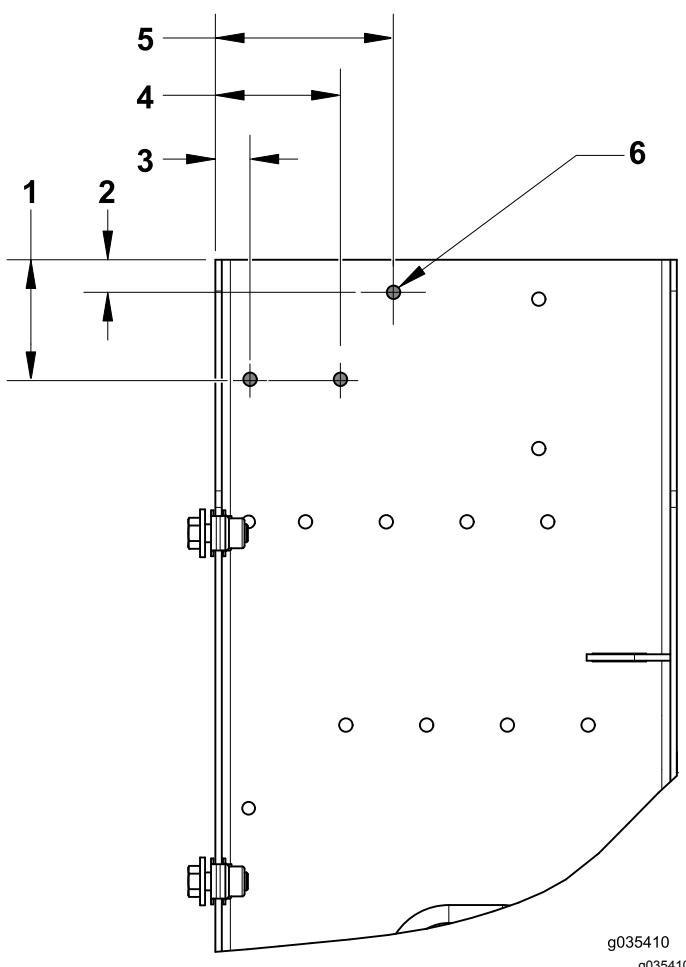

Figura 6
2. Individuate e praticate i seguenti fori per la morsettiera e il relè (Figura 6).